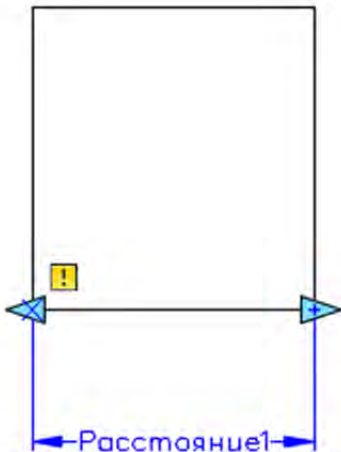

Рисунок 9.16 Параметр «Линейный»
2. Выберите параметр «Линейный»  на вкладке «Параметры» панели «Вариаций блока». Установите первую точку параметра, затем вторую. При установке линейного параметра определяется направление движения мыши при масштабировании (рисунок 9.16). Линейный параметр по умолчанию называется «Расстояние1».
2. Выберите параметр «Линейный»  на вкладке «Параметры» панели «Вариаций блока». Установите первую точку параметра, затем вторую. При установке линейного параметра определяется направление движения мыши при растягивании (рисунок 9.16). Линейный параметр по умолчанию называется «Расстояние1».